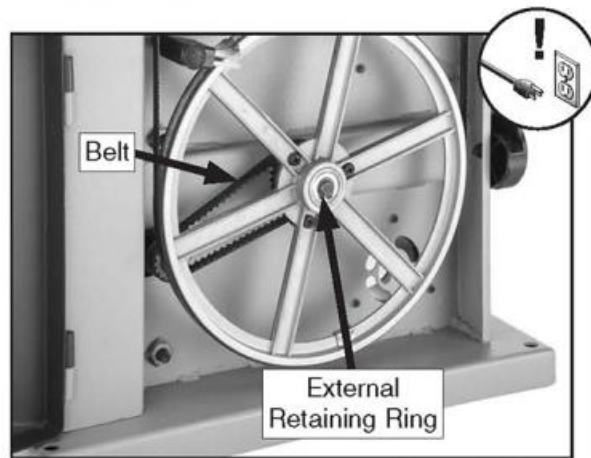

Рисунок 53. Компоненты для замены приводного ремня находятся внутри корпуса нижнего маховика.
6. Снимите внешнее стопорное кольцо с вала нижнего маховика (колеса) (см. рис. 53) и снимите нижний маховик (колесо).